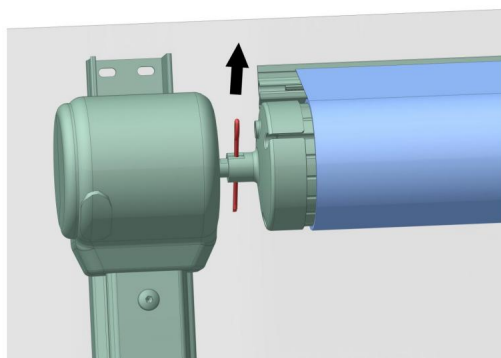

Figure D18
3.7.3 Retirez la goupille de sécurité sur le couvercle d'extrémité côté non moteur de la bobine (Figure D18), libérez le bras pliant et serrez le rouleau de tissu sous force.